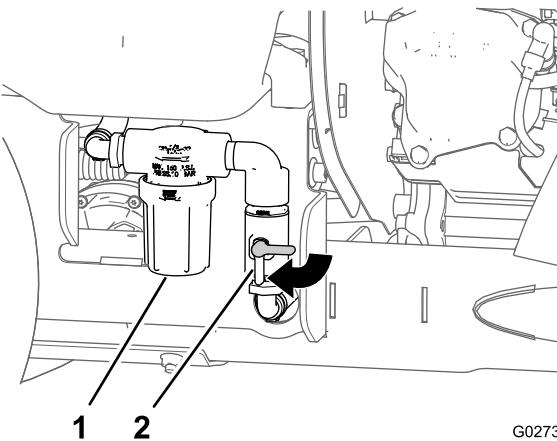

Figure 53
6. Tournez la vanne d'arrêt de la pompe dans le sens horaire à la position OUVERTE (Figure 53).